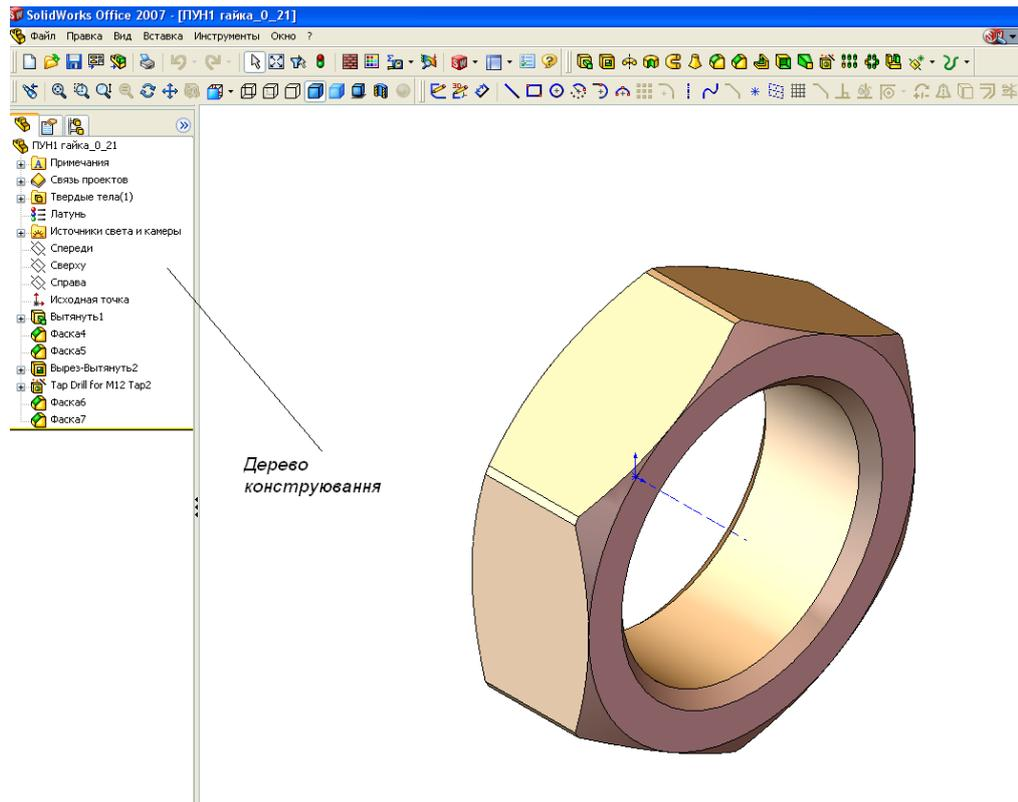

Рис. 2.4. Вигляд дерева конструювання в інтерфейсі програми
**Дерево конструювання FeatureManager.** У дереві конструювання FeatureManager у лівій частині вікна SolidWorks відображається контурний вид активної деталі, збірки або креслення (рис. 2.4).